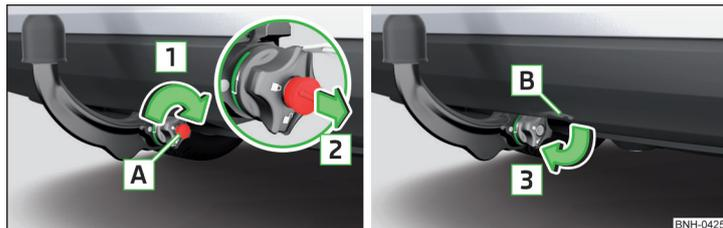

Fig. 142 Bloquear la cerradura y retirar la llave/ Introducir la tapa en la cerradura
- Gire la llave **A** en el sentido de la flecha **1** de manera, que la flecha en la llave muestra hacia el símbolo **B** » fig. 142.